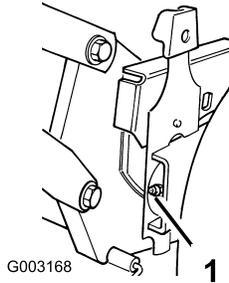

Figure 24
2. Essuyez les graisseurs avec un chiffon propre (Figure 24).